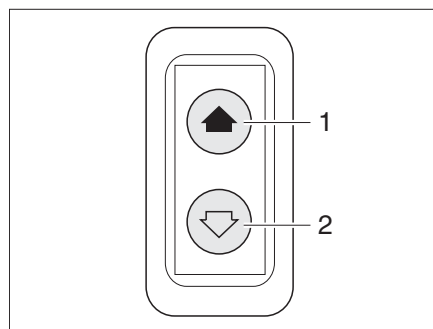

Fig. 23 Interrupteur pour lève-vitres électrique
Le véhicule est équipé d'un lève-vitre électrique (Fig. 23) du côté du conducteur.
*Ouvrir :* ■ Appuyer sur la partie inférieure du commutateur (Fig. 23,2).
*Fermer :* ■ Appuyer sur la partie supérieure du commutateur (Fig. 23,1).